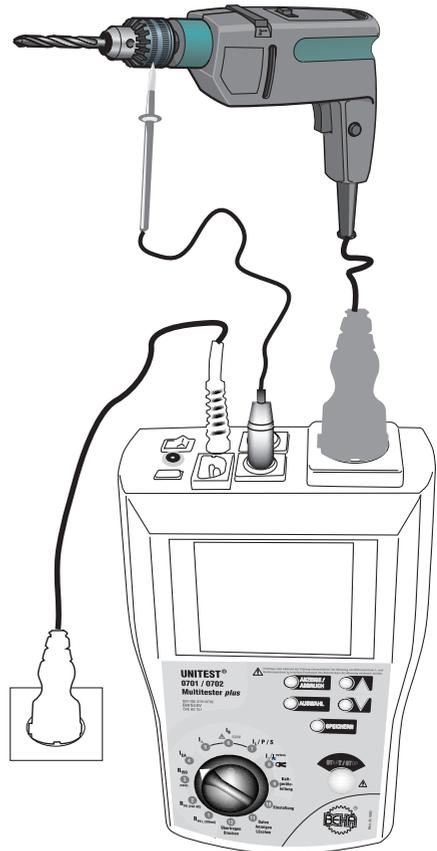

Bild 6.8: Messung des Ersatzableitstromes bei Geräten der Schutzklasse II
- ▶ Bei Geräten der Schutzklasse II oder III verbinden Sie zusätzlich die Messleitung der Buchse 'Sonde' (3) mit den berührbaren leitfähigen Gehäuseteilen des Prüflings, siehe Bild 6.8.
- ▶ Drücken Sie die Taste "START/STOP" (9). Die Messung wird gestartet, das Symbol "AKTIV" (26) erscheint im Display.
- ▶ Lesen Sie den Messwert von der LC-Anzeige (5) ab. Die Symbole 'OK' (32) oder '⚠' (33) zeigen eine Einhaltung bzw. Überschreitung des eingestellten Grenzwertes an.
- ▶ Bei eingestellter Dauermessung beenden Sie die Messung durch erneutes Drücken der Taste "START/STOP" (9).
- ▶ Das angezeigte Messergebnis kann nach Abschluss der Messung durch Drücken der Taste SPEICHERN (8) abgespeichert werden. Hinweise zum Speichern von Messwerten siehe Abschnitt 7.1 und 7.2.
- ⚠ Bei Prüfungen von Geräten der Schutzklasse I darf keine Messleitung an die Buchse "Sonde" (3) angeschlossen sein, weil die Prüfspannung bei dieser Messung zwischen L/N der Prüf-/Netzsteckdose und der Buchse "Sonde" (3) angelegt wird. Ein zu hoher Ersatzableitstrom zwischen dem Netzanschluss (L/N) und dem Schutzleiteranschluss (PE) des Prüflings kann evtl. hier nicht erkannt werden.